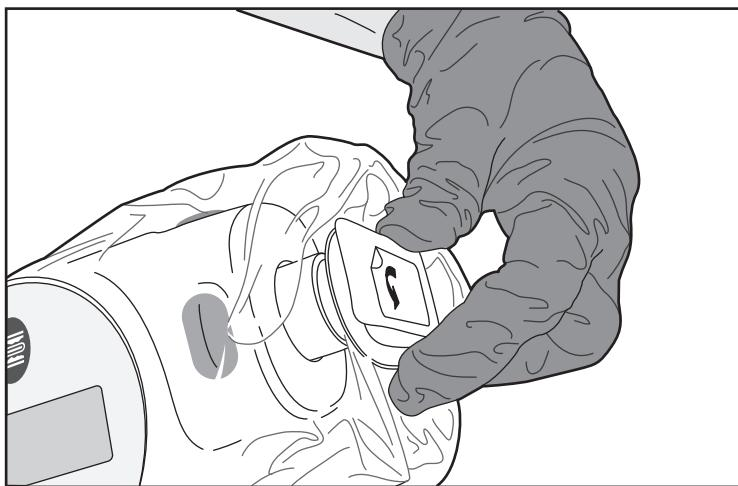
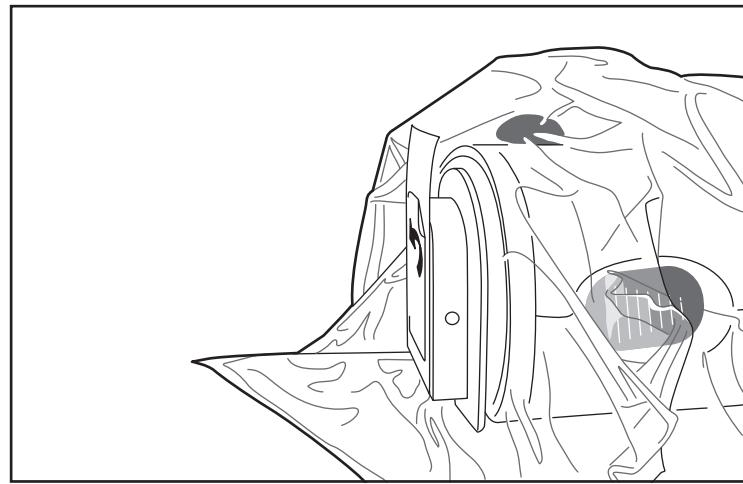

Figure 7. Fixation de la plaque frontale
Figure 8. Plaque frontale fixée
8. Pour attacher la poche à la MDU5 PLUS, l'opérateur dans le champ stérile doit aligner la plaque frontale de la poche avec le nez de la MDU5 PLUS (figure 7), puis pousser alors avec précaution pour assurer la connexion. Ne pas pincer de matériau entre la plaque frontale et le nez. La présence de matériau excédentaire autour et au-delà de la connexion est normale (figure 8).